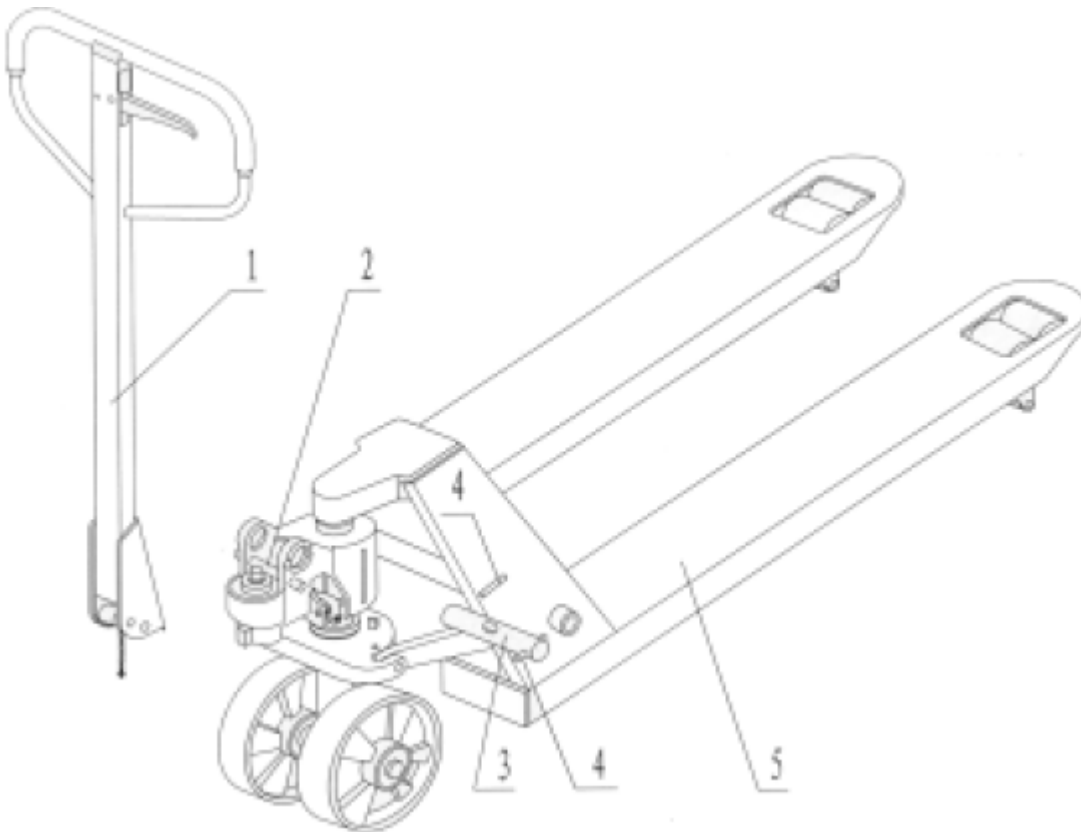

Figure 1
**2.3** Abaissez la barre de traction (110, 110B ou 111G), retirez la goupille (#2 ; voir fig. 1).